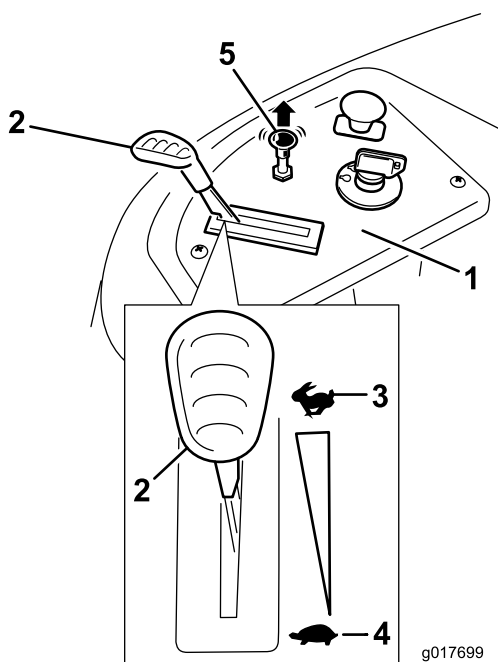

Figure 13
4. Tirez la commande de starter pour démarrer un moteur à froid (Figure 13).
- Placez la commande d'accélérateur à la position haut régime (Figure 13).